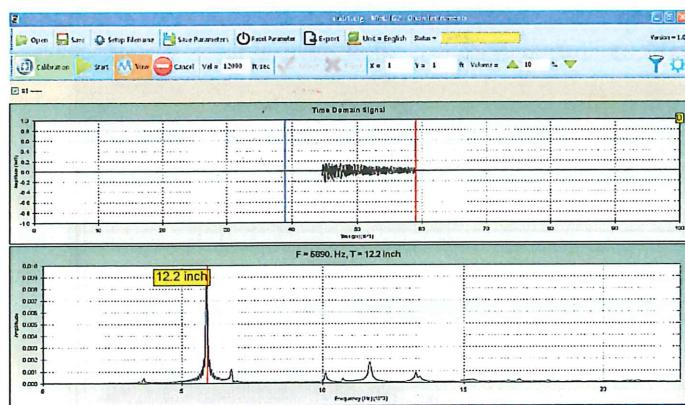

図 4-2 ビューモード
5. 受波信号は、図 4-2 のように測定結果画面に表示されます。
7. データを保存する測定を開始するためには、(B) 個別測定モードでは “開始(Start)” (\rightarrow 4.4) を、(C) 連続測定モードでは “ファイル名を保存 (Setup Filename) ” (\rightarrow 4.5) をクリックしてください。